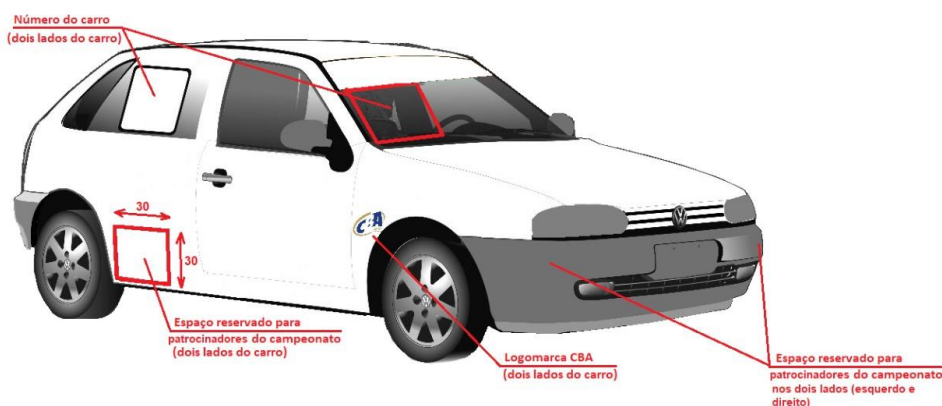

Figura 1: Representação dos locais para colagem dos adesivos obrigatórios.
14.3 - Os números serão pintados ou confeccionados em material sintético sobre um fundo contrastante. Os algarismos que compõem o número lateral deverão ter altura de 26 (vinte e seis) cm e largura mínima de 4,5 (quatro cm e meio) cm de traço. No para-brisas o número deverá ser branco podendo ser apenas o contorno dos números. Não é obrigatório o uso de quadro ou moldura. Representação das posições na figura 1.